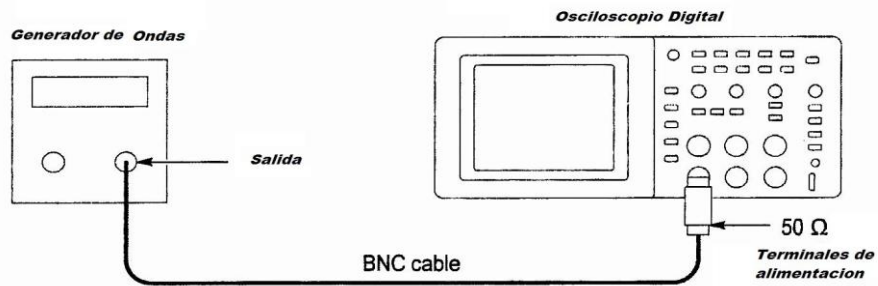

Fig. 110.-Conexión de la salida del generador de onda al canal bajo prueba.
- Conecte el canal del osciloscopio bajo prueba al generador de onda sinusoidal nivelado, como se muestra en la fig. 110.